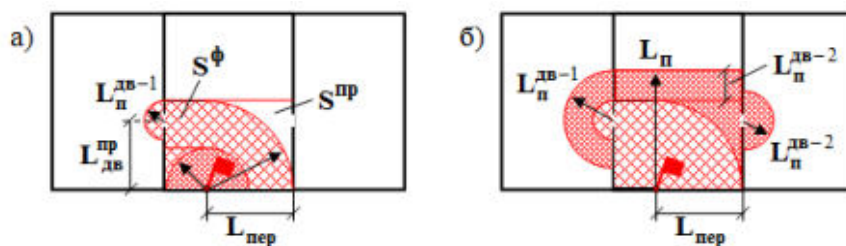

Рис. 1.1. Определение пути, пройденного огнем через открытый дверной проем.
- если при переходе формы площади пожара из угловой в прямоугольную дверной проем находится в пределах фактической площади пожара – S^{Φ} (рис. 1.1 «а»)